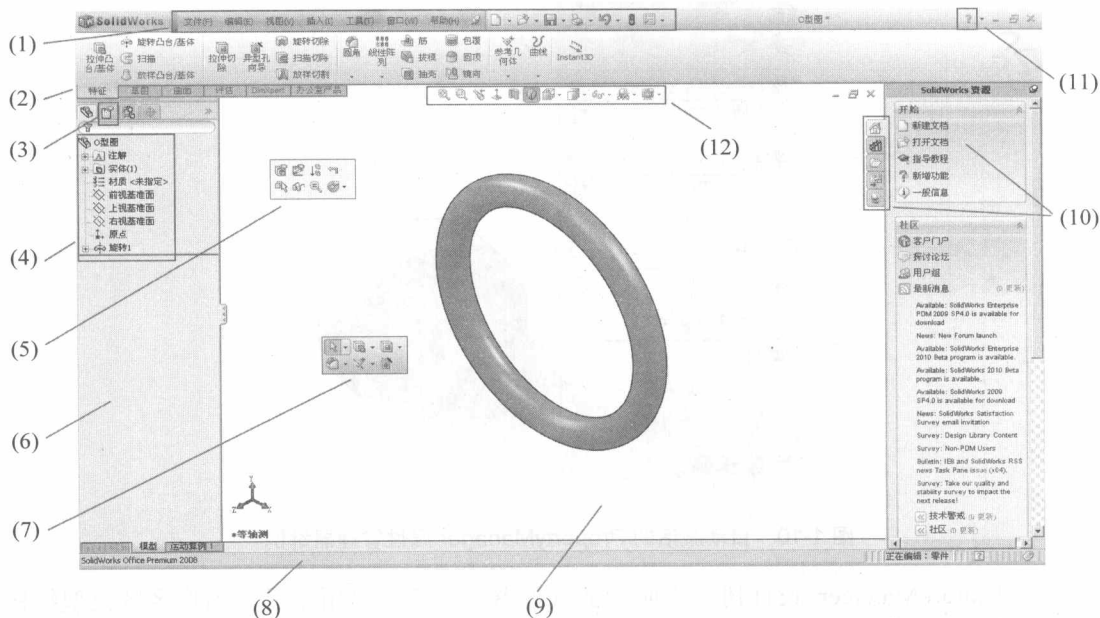

图 1-8 SolidWorks 的用户界面
SolidWorks 2008 的用户界面进行了重新的设计，比以前的 SolidWorks 版本有了较大的改进，新用户界面最大限度地扩大了用户的设计空间，使用户的操作更加方便和快捷，极大地提升了用户的应用效率，如图 1-8 所示。
(1) 菜单栏：SolidWorks 默认隐藏了主菜单，当用户单击菜单栏时，将显示 SolidWorks 菜单，主菜单中包含了几乎所有的 SolidWorks 命令。
(2) SolidWorks 工具栏和命令管理器：SolidWorks 把某些相似的工具进行了分类，并利用弹出式下拉工具栏将工具进行了归类。如图 1-8 的序号 2 所示，这是在打开零件时的命令管理器形式。